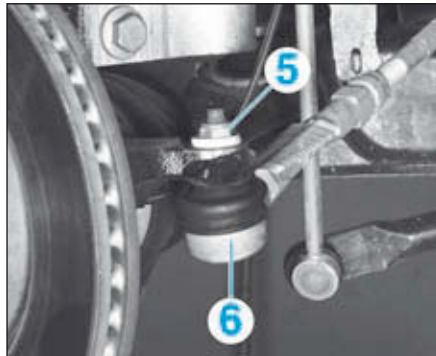

FIG.19
• Déposer l'écrou (5) et désolidariser la rotule de direction (6) du pivot (Fig.19).